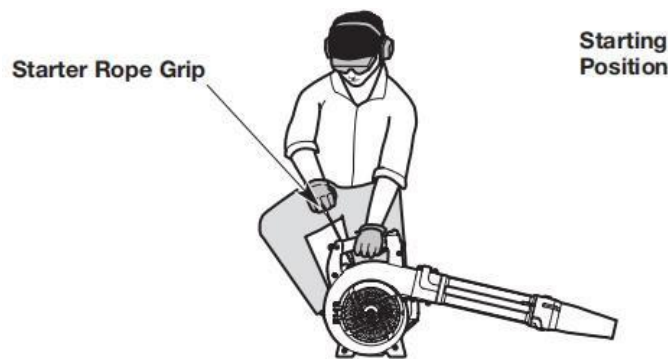

Fig. 7
Vermeiden Sie ein versehentliches Starten des Geräts. Um schwere Verletzungen zu vermeiden, müssen sich der Bediener und das Gerät in einer stabilen Position befinden, wenn Sie am Starterseil ziehen (Abb. 7).
- f) Betätigen Sie den Gashebel NICHT. Hocken Sie sich in die Startposition (Abb. 7).
- g) Betätigen Sie NICHT den Gashebel. Ziehen Sie das Starterseil mit einer kontrollierten und gleichmäßigen Bewegung 3 bis 5 Mal, um den Motor zu starten (Abb. 7).